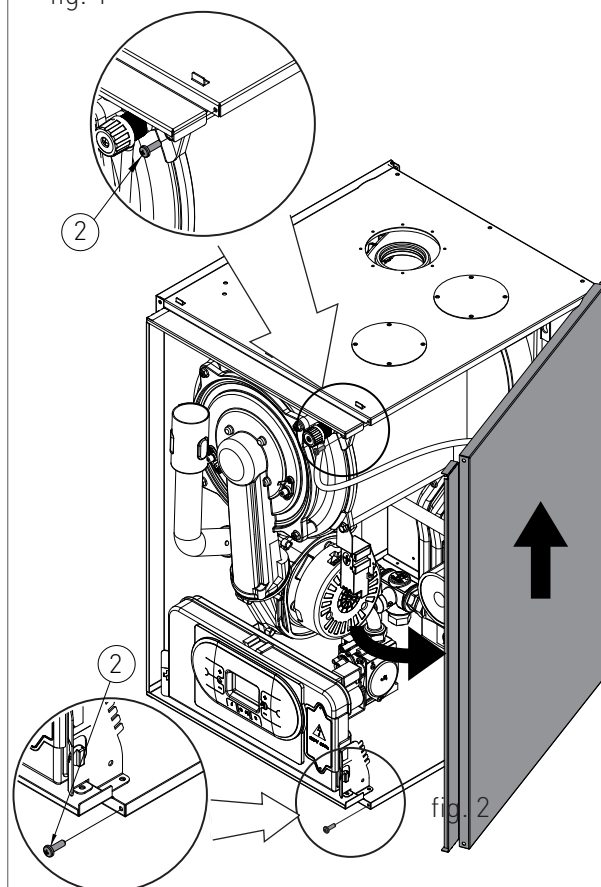

fig. 2
- › sujetar la parte inferior del panel y retirarlo desplazándolo lateralmente (C - fig. 2) y tirando hacia arriba (D - fig. 2).